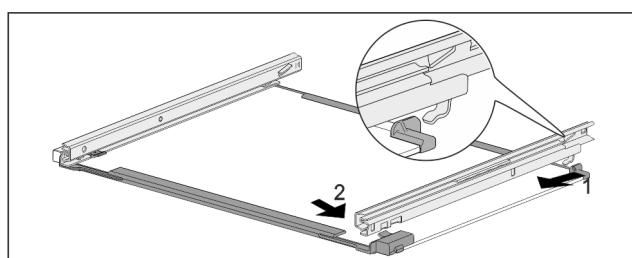

Fig. 201 Glasplatte mit Schienen
- Schiene hinten einhaken. Fig. 201 (1)
- Schiene vorne einrasten. Fig. 201 (2)